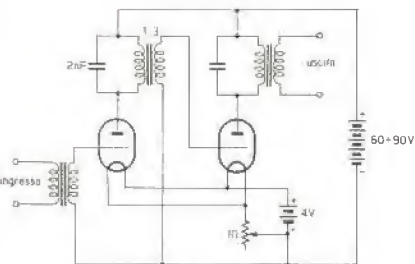

figura 1
Infatti, a parte le distorsioni, negli amplificatori così realizzati (figura 1) si aveva un guadagno poco stabile e siccome in un collegamento telefonico i vari amplificatori sono in serie (il guadagno di ciascuno compensa l'attenuazione di un tratto di linea) il guadagno totale, prodotto dei vari guadagni, lo era ancor meno. Sicché l'utente del servizio telefonico o non sentiva quasi niente oppure sentiva un baccano d'inferno. L'idea della controeazione fu quella che risolse il problema, permettendo di realizzare amplificatori a bassa distorsione e soprattutto con guadagno molto stabile, pur utilizzando i rudimentali dispositivi elettronici del tempo.
* Nota storica: il « triodo », rappresentato come elemento attivo nel circuito in figura 1, è un dispositivo elettronico, racchiuso in un grosso involucro in cui si è fatto il vuoto, a cinque terminali. Due di questi servono ad alimentare un filamento che riscalda l'elettrodo emettitore di elettroni (catodo) con una potenza tra uno e dieci watt circa. Gli altri tre terminali sono appunto il catodo, l'elettrodo di controllo (griglia) del flusso degli elettroni e l'elettrodo collettore di questi (placca). Il funzionamento è abbastanza simile a quello di un transistor FET a giunzione, con l'inconveniente di una assai più bassa resistenza d'uscita.